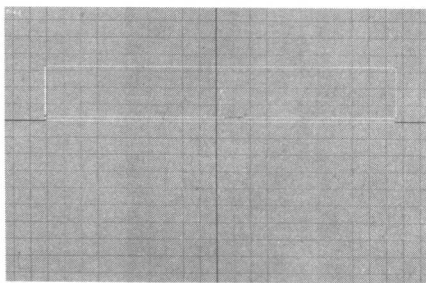

图 1-2-6 调整节点
(6) 在工具栏中按下  三维锁定按钮，锁定 Y 轴，向下移动选择的节点，让其与第三排节点重合，如图 1-2-6 所示。